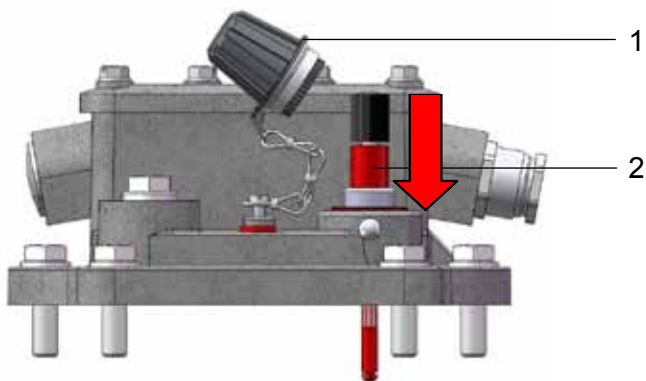

Рис. 6 - Нажать контрольную кнопку
- Отвинтить колпачковую гайку (Рис. 6/ № 1)
- Контрольную кнопку (Рис. 6/ № 2) нажать до упора, затем отпустить её (этой операцией клапанный затвор переводится в позицию срабатывания)